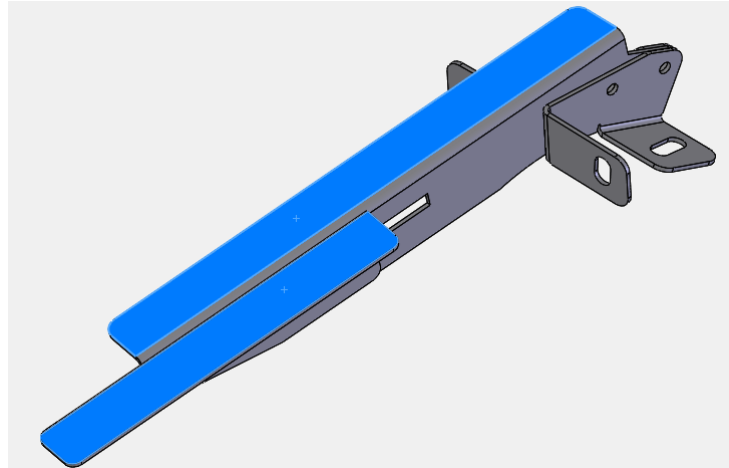

Figura 5: Caras del soporte al que se aplica silicón (Lado del piloto mostrado)
9. Aplique una generosa cantidad de silicón a la superficie de montaje en los soportes externos, como se muestra en la Figura 5.